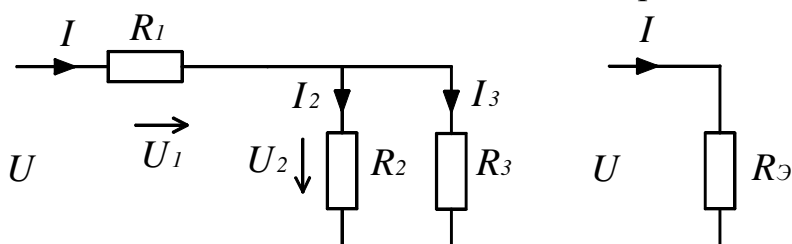

Рис. 2.3
*Смешанным соединением* называют соединение элементов, при котором часть элементов соединена последовательно, а часть параллельно (рис.2.3).